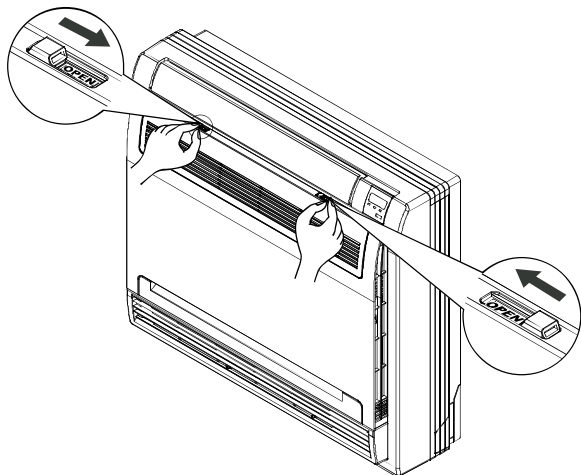

Рис. 7-1
- Нажать фиксаторы справа и слева до щелчка (см. рис. 7-1).